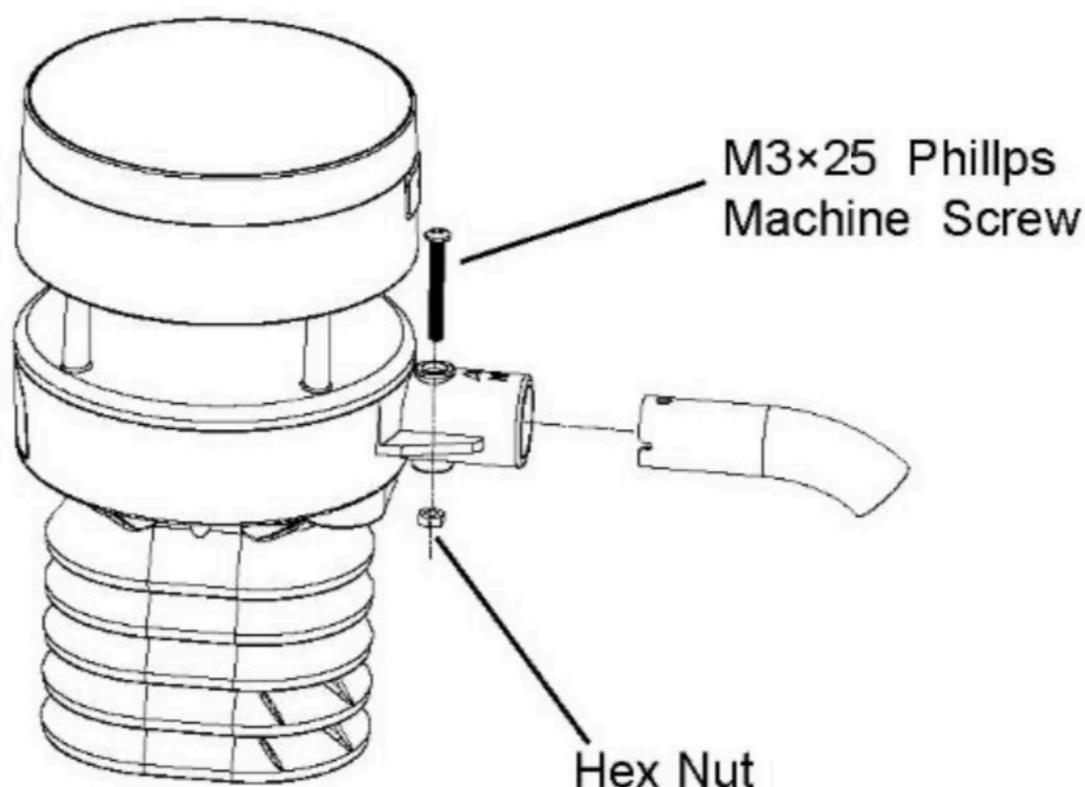

Figura 5: schema di montaggio del pacchetto del sensore 5-3
3. Collegamento del tubo del braccio al sensore a ultrasuoni come nella Figura 5.